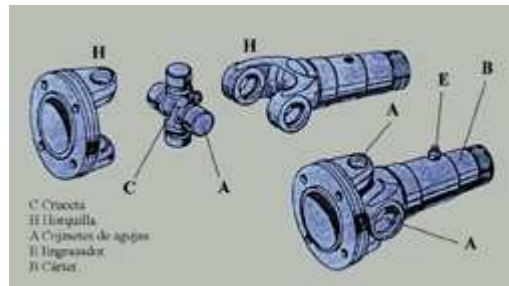

Fig. 51
Están formadas (**fig. 51**) por una cruceta (C), en cuyos brazos van articulados los extremos de una horquilla (H) en que terminan los dos extremos del eje que enlazan, de forma que los ejes sobre los que girarán las horquillas son los brazos de la cruceta (C).
Estas juntas van encerradas en un cárter (B) (**fig. 51**) con grasa consistente por medio del engrasador (E), con el fin de que siempre estén debidamente engrasadas, principalmente los cojinetes de agujas (A).